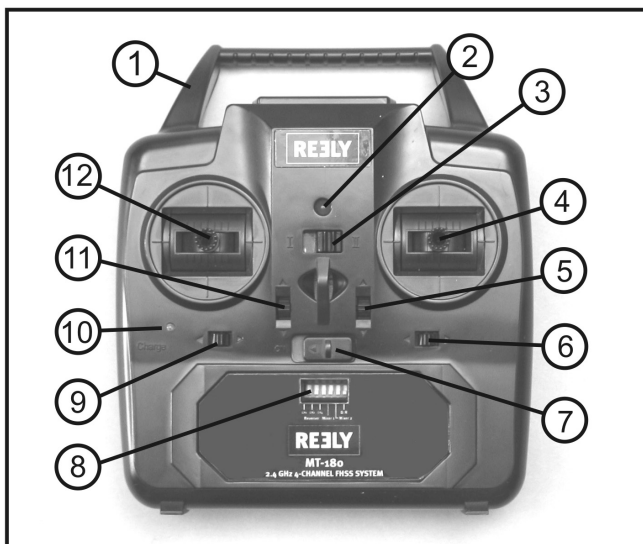

Bild 1
Mit Hilfe des Mode-Umschalters (siehe auch Bild 1, Pos. 3) kann die Fernsteuerung entweder im Mode 1 oder im Mode 2 betrieben werden. Wird der Schalter in die linke Stellung geschoben, ist Mode 1 aktiviert. Wird der Schalter in die rechte Stellung geschoben, ist Mode 2 aktiviert.
Aus diesem Grund ist es erforderlich, den Steuerknüppel für die Motorfunktion erst in die Mittelstellung zu stellen, bevor der Mode-Umschalter (Bild 1, Pos. 3) bedient wird. Damit dabei der Antriebsmotor des Modells nicht ungewollt anläuft, dürfen während der Mode-Umschaltung weder der Sender noch das Modell in Betrieb sein.
Wenn neue Batterien in den Sender eingelegt sind, schalten Sie zu Testzwecken den Sender mit Hilfe des Funktionsschalters (siehe Bild 1, Pos. 7) ein. Schieben Sie dazu den Funktionsschalter von der rechten Schalterstellung „OFF“ in die linke Schalterstellung „ON“.
Zum Zeichen der korrekten Spannungsversorgung leuchtet die rote Funktions-Kontrollleuchte (siehe Bild 1, Pos. 2) und der Sender gibt einen kurzen Signalton ab.
Auch wenn die Empfangselektronik im Modell eine eingebaute Schutzschaltung aufweist, die das unbeabsichtigte Anlaufen des Antriebsmotors verhindert, müssen Sie sich vor jeder Inbetriebnahme des Senders davon überzeugen, dass sich der Steuerknüppel für die Motorfunktion (siehe Bild 1, Pos. 4 oder 12, je nach eingestelltem Mode) in der Stellung „Motor aus“ befindet. Dazu muss der Steuerknüppel ganz nach unten geschoben bzw. ganz zum Körper herangezogen sein.
Wenn der Akku richtig in den Ladeschacht geschoben wurde und der Steckverbinder des Akkus (4) im Ladeschacht Kontakt hat, leuchtet die Lade-Kontrollleuchte (siehe Bild 1, Pos. 10) und signalisiert den korrekten Ladevorgang.